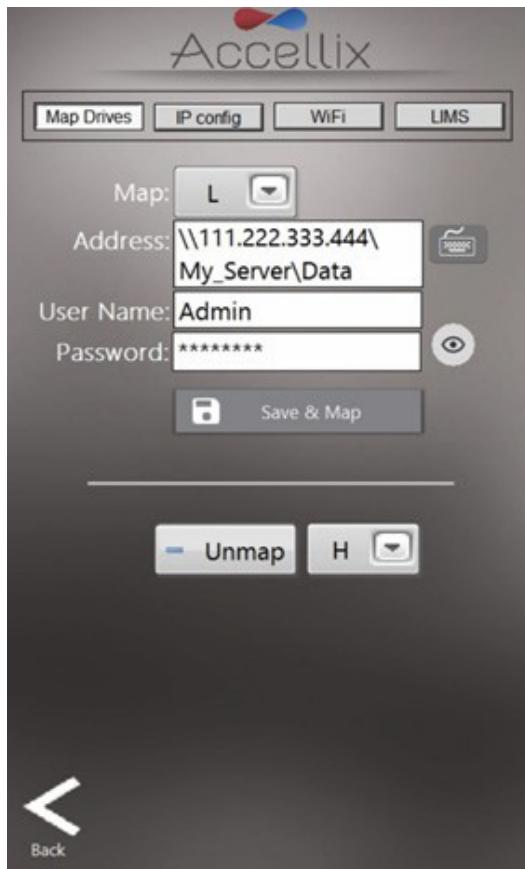

Figura 24: Pantalla de Red: pestaña Asignar unidades
La pantalla de **Función de red** (Figura 24) tiene 4 pestañas:
1. La pestaña Map Drives (Asignar unidades) (Figura 24) permite al usuario asignar una letra de unidad a una unidad de red.